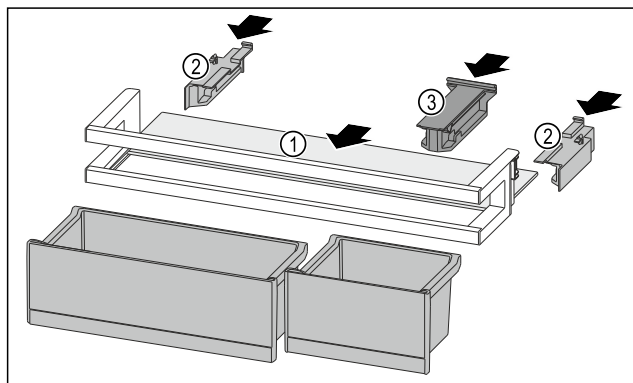

Fig. 254
- ▶ Tolja be a tárolólapot Fig. 254 (1) az oldalsó bemarásokba.
- ▶ Helyezze be az oldalsó részeket Fig. 254 (2).
- ▶ Helyezze be a tartóelemet Fig. 254 (3).